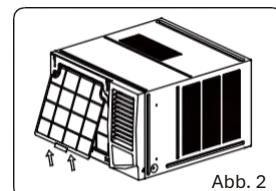

Abb. 2
Fassen Sie die Zunge am Ende des Filters, heben Sie sie an, ziehen Sie sie dann zu sich und ziehen Sie den Filter nach außen (siehe Abb. 2).
1. Stecken Sie den Luftfilter von oben nach unten in den Schlitz des Rahmens. (siehe Abb. 2)